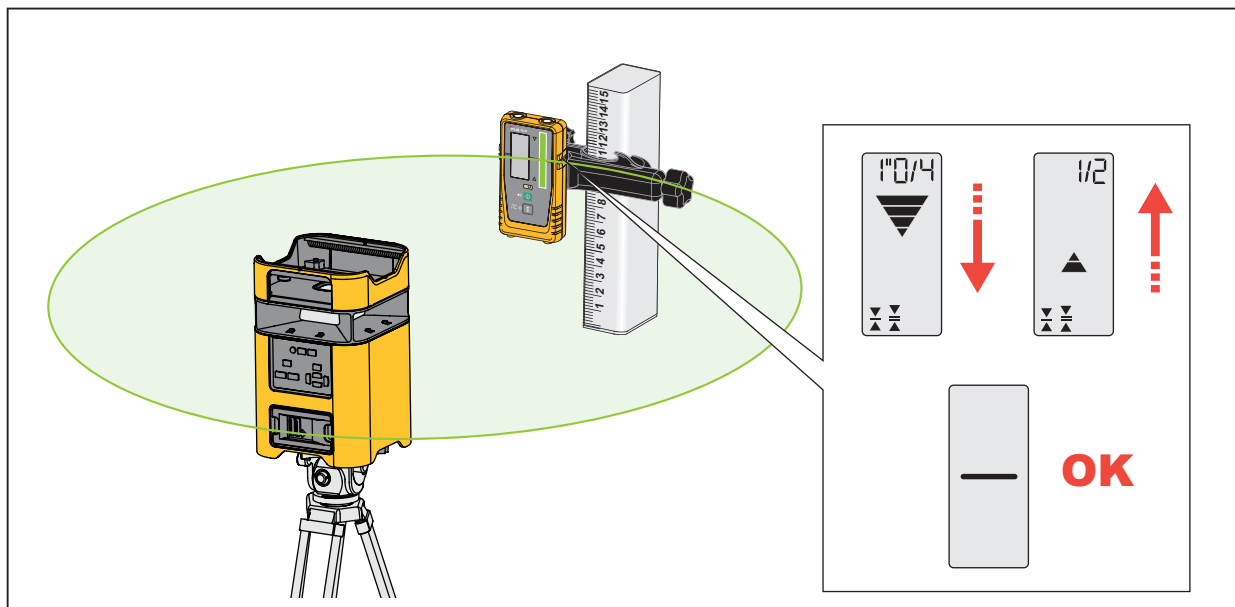

Abbildung 2. Lasernivellierer und Empfänger
3. Lasernivellierer und Empfänger einschalten, und den Laserstrahl auf das Empfängerfenster richten. Siehe Abbildung 2.
4. Den Empfänger an der Messlatte nach oben und unten schieben, bis die Anzeige des Lasernivellierers anzeigt, dass Empfänger und Laserstrahl auf gleicher Höhe sind. Siehe Abbildung 2.